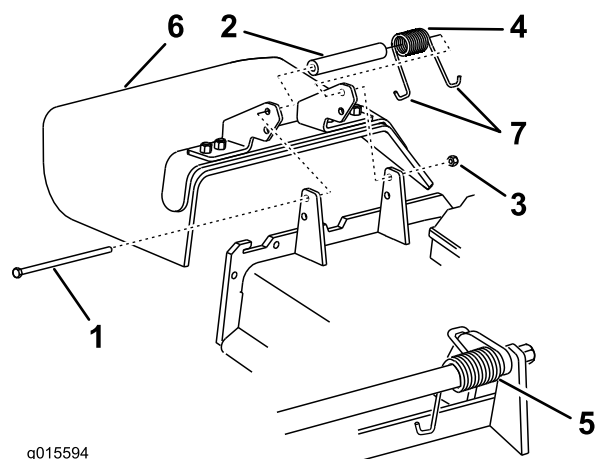

Figure 91
1. Retirez le contre-écrou, le boulon, le ressort et l'entretoise qui fixent le déflecteur aux supports de pivot (Figure 91).
2. Enlevez le déflecteur s'il est endommagé ou usé (Figure 91).
**Remarque:** Prenez soin de placer 1 extrémité en J du ressort derrière le bord du tablier avant de mettre le boulon en place, comme montré à la Figure 91.
6. Accrochez l'extrémité en J du ressort au déflecteur d'herbe (Figure 91).